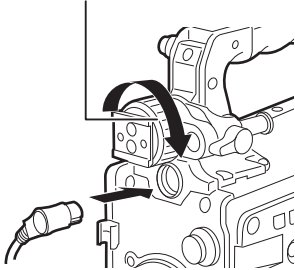

Fig. 1
- 2** Connectez la fiche de connexion à la borne <VF> de la caméra. (Fig. 1)
- 3** Desserrez la bague de positionnement gauche/droit du viseur. (Fig. 1)